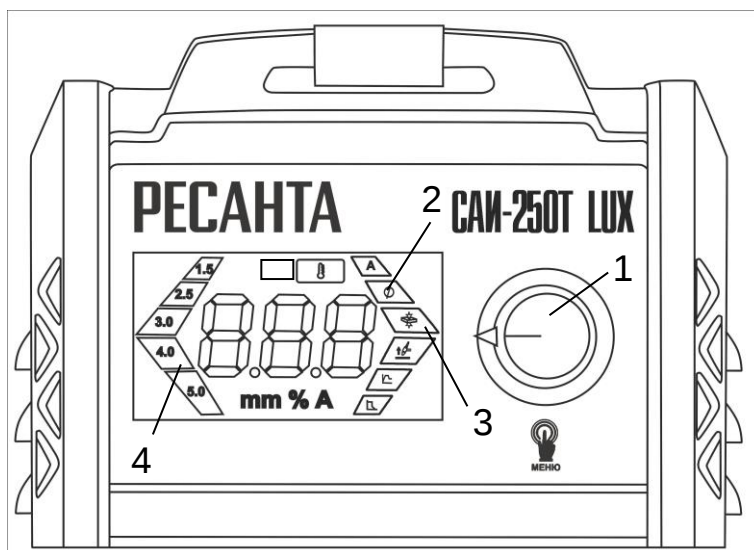

Рис.3 Управления режимами/функциями в синергетическом режиме
1. Переключение аппарата в синергетический режим осуществляется путем длительного нажатия на регулятор 1 (рис.3). При каждом нажатии осуществляется переключение между функциями:
2. Выбор электрода осуществляется путем вращения регулятора 1(рис.3). При этом на дисплее указывается ток, подходящий для выбранного электрода.
3. Установка величины толщины металла 3(рис.3) осуществляется вращением регулятора 1(рис.3) для более точной подстройки параметров. После фиксации толщины металла на дисплее отобразится диаметр электрода и величина тока.
В синергетическом режиме функции Горячий старт 5(рис.3) и Форсаж дуги 6(рис 3) работают автоматически.
Переключение сварочного аппарата из синергетического режима в режим Ручного управления необходимо осуществить длительное нажатие на регулятор 1(рис.3).
- При завершении шва отведите электрод немного назад, чтобы заполнилась сварочная ванна, а затем переместите электрод на верхний край сварочной ванны (Рис 8 (1-2 рис.3)) и быстро отведите от кратера (Рис 8 (3 рис.3)).